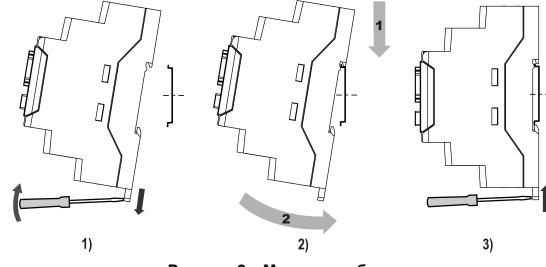

Рисунок 2 – Монтаж прибора
- Вставив отвертку в проушину, оттянуть защелку (см. рисунок 2, 1). Прибор установить на DIN-рейку.
- Прибор прижать к DIN-рейке (см. рисунок 2, 2, стрелки 1 и 2). Отверткой вернуть защелку в исходное положение.